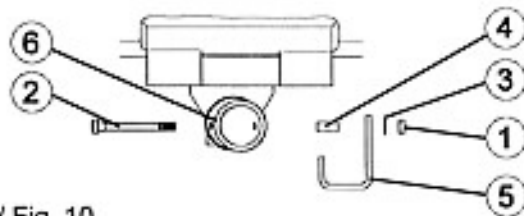

Bild 10 / Fig. 10
⇒ Loosen the nut (fig. 10, pos.1) and take the locking bolt (pos.2), the washer (pos.3), the spacer (pos.4) and the cable suspension (pos.5) out of the seat (pos.6) located on the main undercarriage (fig.).
⇒ Replace the locking bolt together with the spacer, washer and cable suspension according to the fig. 10.
⇒ Desserrer l'écrou (fig.10, pos.1); puis enlever le boulon de fixation (pos.2), la rondelle de calage (pos.3), la pièce d'écartement (pos.4) et la suspension des câbles (pos.5) du logement (pos.6) situé sur la traverse centrale. (fig.)
- ⇒ Mutter (Bild 10, Pos. 1) lösen und Sicherungsbolzen (Pos. 2), Beilagscheibe (Pos. 3), Distanzstück (Pos. 4) und Kabeleinhängung (Pos. 5) aus Aufnahmelager (Pos. 6) an der Mitteltraverse entfernen (Bild).
- ⇒ Sicherungsbolzen mit Distanzstück, Beilagscheibe und Kabeleinhängung entsprechend Bild 10 wieder montieren.